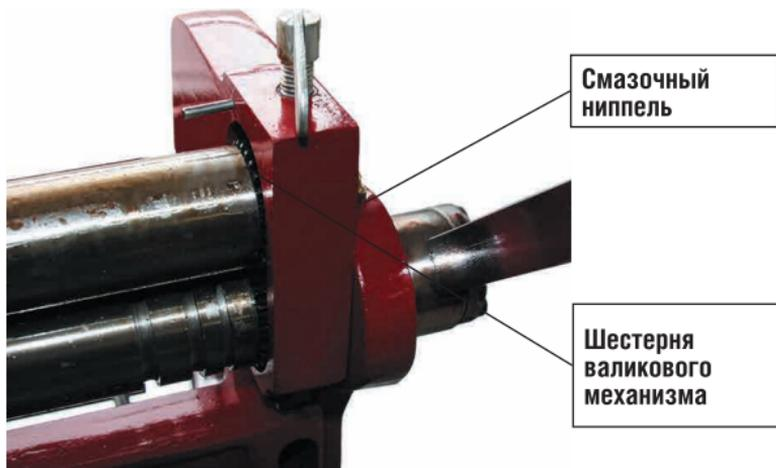

Рисунок 18 – Смазка
1. Вводите консистентную смазку раз в месяц через смазочный ниппель на обеих станинах станка (рис. 18).
3. Наносите небольшое количество многоцелевой смазки на шестерёнки валикового механизма (рис. 18). Проверните механизм несколько раз для равномерного распределения смазки.